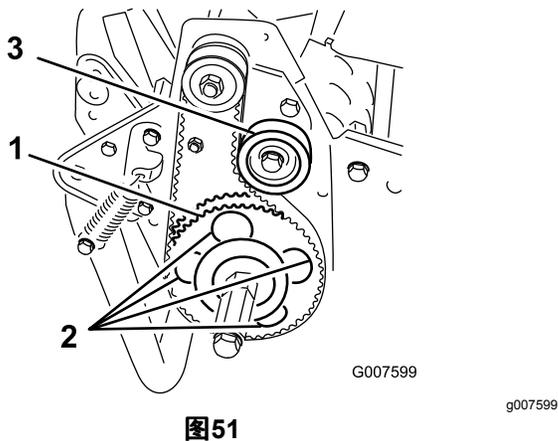

图51
7. 旋转从动皮带轮直至孔与轮鼓轴承的4个凸缘螺丝对齐图51。
11. 调节皮带张紧度拧紧总轮皮带轮安装螺丝图51。